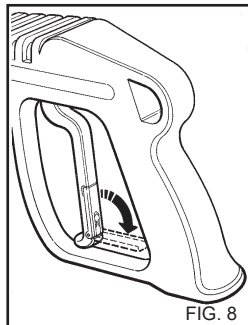

FIG. 8
- Quand le nettoyeur haute pression n'est pas utilisé, fermer le dispositif de sécurité de la poignée. (fig. 8).